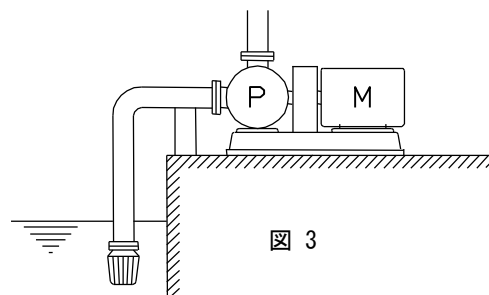

図 3
- (c) 吸込配管は図 3 のようになるとなるべく短く、かつ曲りを少なくし、ポンプに向かって上がり勾配とし、仕切弁は設けないようにしてください。このとき、吸込配管の接続部から空気を吸いこまないように、シールは十分に行ってください。